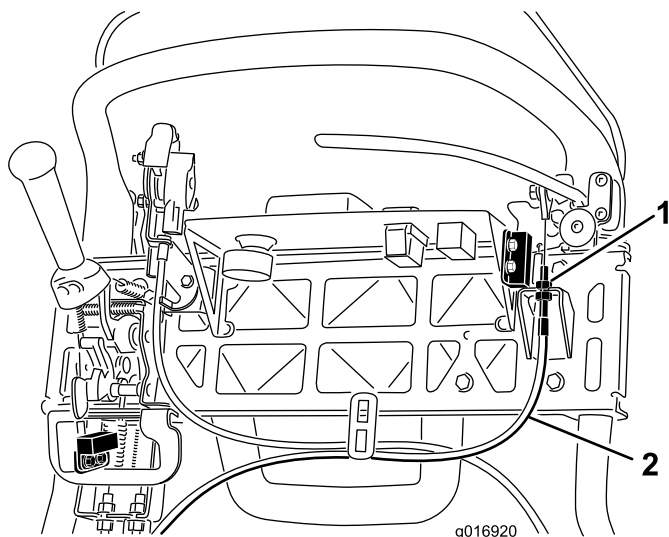

Figura 40
3. Per aumentare la tensione del cavo, allentate il controdado del cavo superiore e serrate il controdado del cavo inferiore (Figura 40) finché non occorre applicare una forza di 156 N sulla stegola della leva del freno per rilasciare il fermo del freno di stazionamento. Non regolate eccessivamente, perché la cinghia del freno potrebbe opporre resistenza.